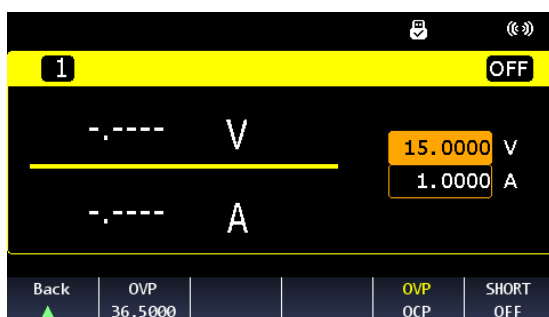

图 3-8 OVP/OCP 设置界面
在主界面，通过 LCD 显示屏下方的一排功能键，按下对应标识软键为 OVP/OCP 键，此时 LCD 显示界面状态如图 3-8 所示。此界面下，Back 功能是返回上一级菜单，即返回主界面。OVP 为当前过压保护的设置值，OVP/OCP 为过压和过流保护设置的切换，当黄色高亮显示时，可对其进行设置。
***注意：**当电源出现过压/过流时，保护电路将关闭输出。如果电池等有源负载连接到电源输出端，当发生过压/过流情况时，来自电池等有源负载的电流灌入到电源的内部电路，将会损坏电源。为避免这种情况，可在输出端串联一个二极管，如图 3-8 所示：